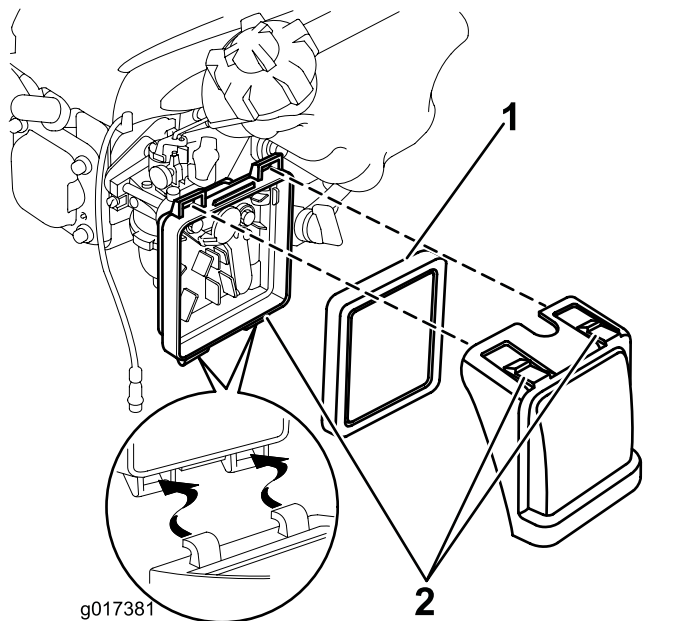

図 17
1. エアクリーナカバーの上部についているラッチのタブを押す 図 17。
2. カバーを開く 図 17。
3. フィルタを外す 図 17。
6. フィルタをエアクリーナボディに取り付ける 図 17。
7. カバーを取り付ける 図 17。